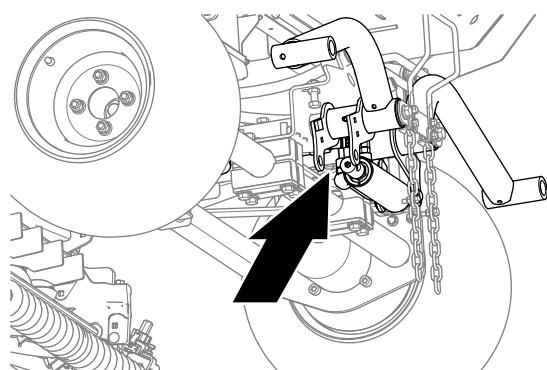

Figura 13
1. Allineate una bacinella di spurgo sotto i raccordi idraulici del cilindro di sollevamento (Figura 13).